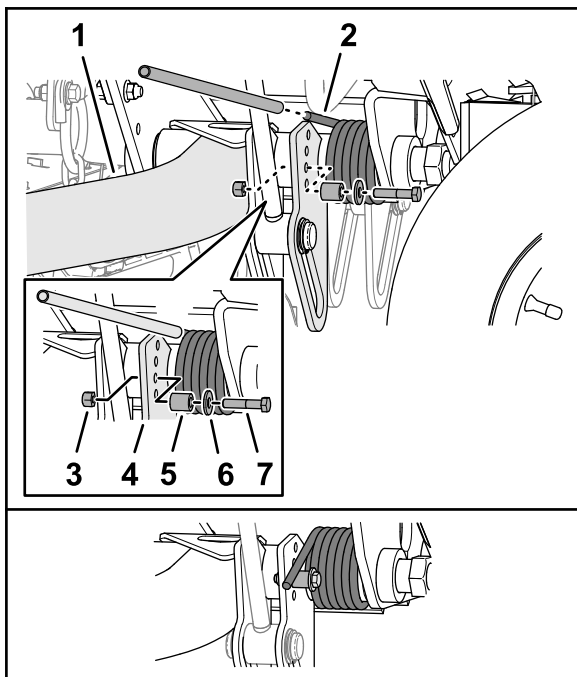

Figure 40
2. Insérez un tube ou un objet similaire par-dessus la longue tige du ressort, et soulevez la tige pour soulager la pression sur l'entretoise (Figure 40).
3. Tout en maintenant le ressort, retirez le boulon, la rondelle et le contre-écrou de la plaque de levage (Figure 40).